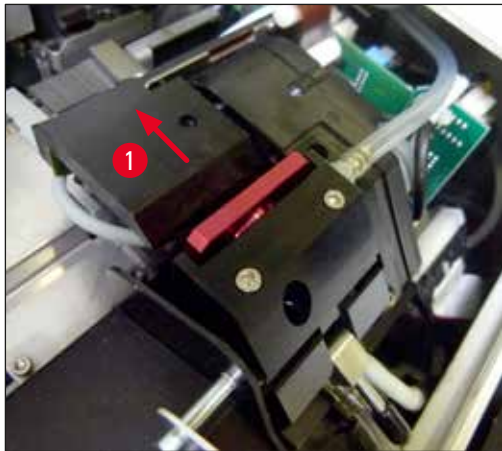

Abb. 51
2. Der Druckkopf (→ "Abb. 51-1") bewegt sich nach oben zu einer ca. 1 cm von der Dichtlippe entfernten Position (→ "Abb. 51").